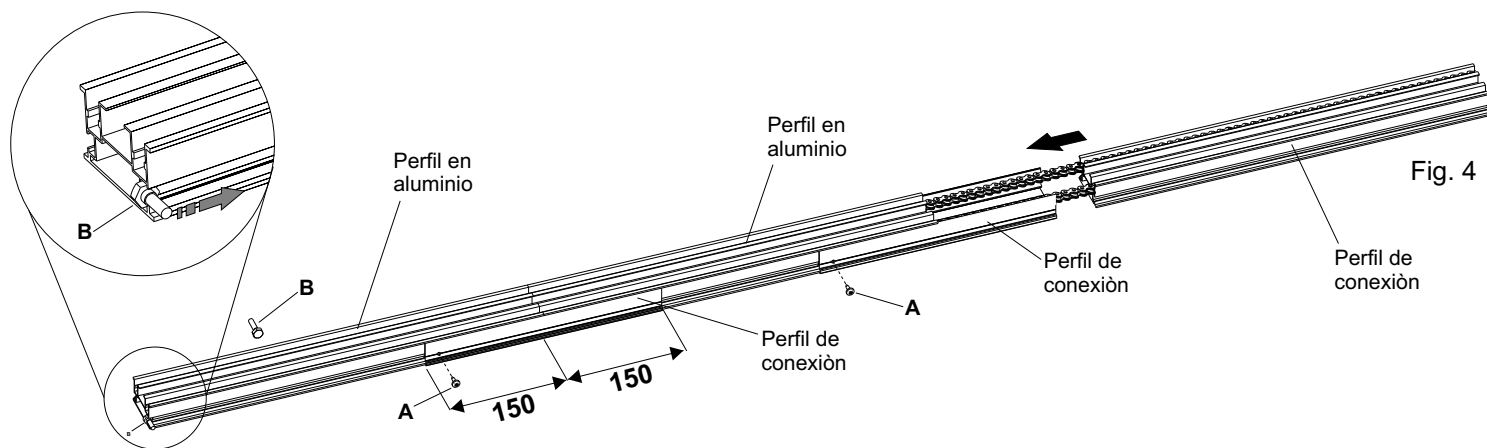
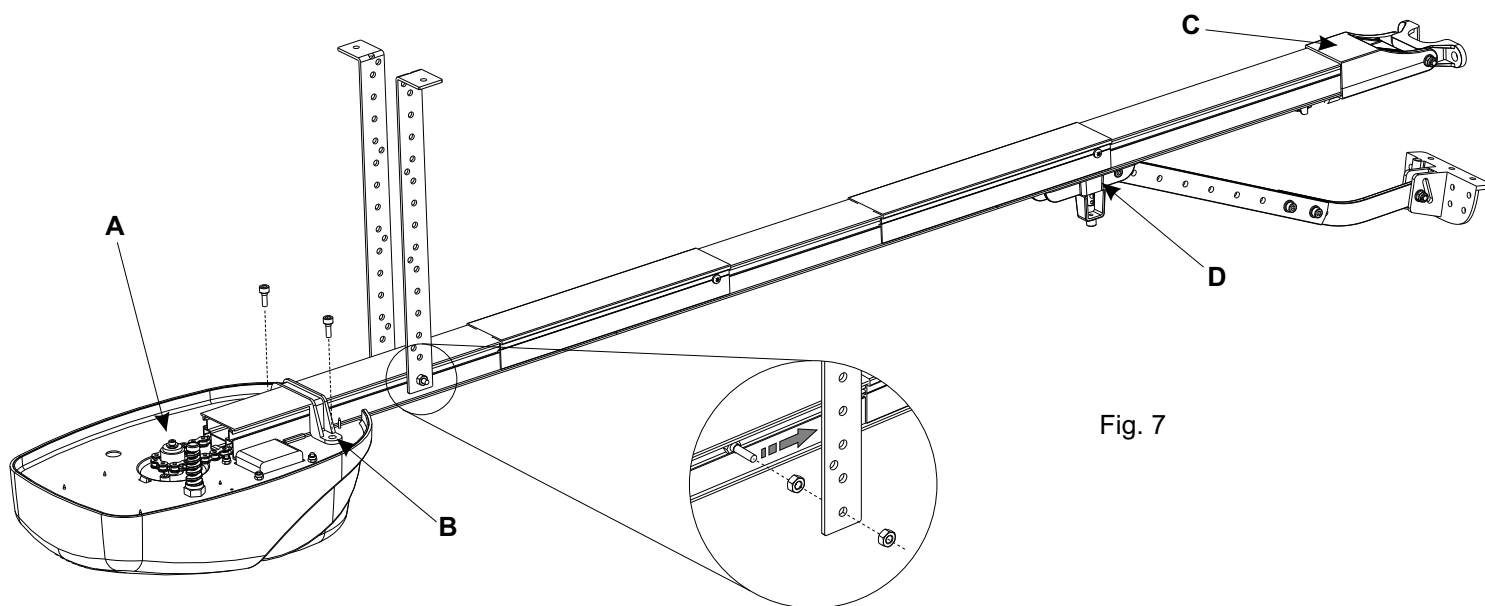

Fig. 4
Fig. 7
- Insertar el perfil de conexión en el perfil de aluminio hasta la mitad de su longitud (150mm) y fijarlo con el tornillo **A**. (Fig. 4).
- Insertar las dos tuercas (**B**) incluidas en el perfil, en los huecos del perfil en aluminio (Fig. 4).
Nota: En la Fig. 4 aparece una pareja de tornillos introducidos en las ranuras que servirán para fijar el Corona al techo mediante las bridas correspondientes. (Vea también la Fig. 7).
- Asegurarse en que la cadena esté bien engranada en el piñón del cuerpo Corona (Fig. 7 - A)
- Llevar la guía al tope sobre el cuerpo Corona y fijarlo con el estribo apropiado. (Fig. 7 - B)
- Fijar en el otro extremo de la guía el soporte conexión anterior (Fig. 7 - C)
**Importante:** Mantenga la cadena y el soporte de corredera siempre bien lubricado (Fig. 7 - D).